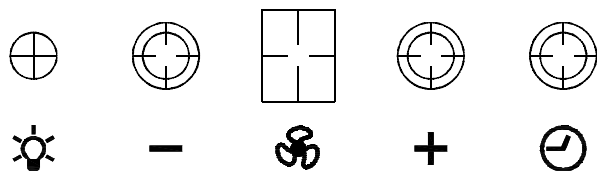

РИС. 8
7.2.2 Электронный переключатель с цифровым индикатором скорости (рис. 8) имеет четыре кнопки управления без фиксации и цифровой индикатор, который показывает скорость вентилятора.